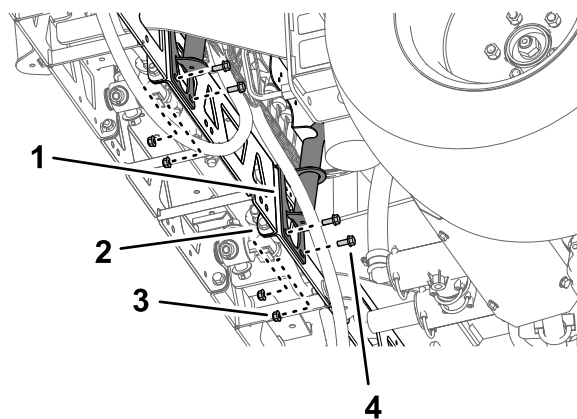
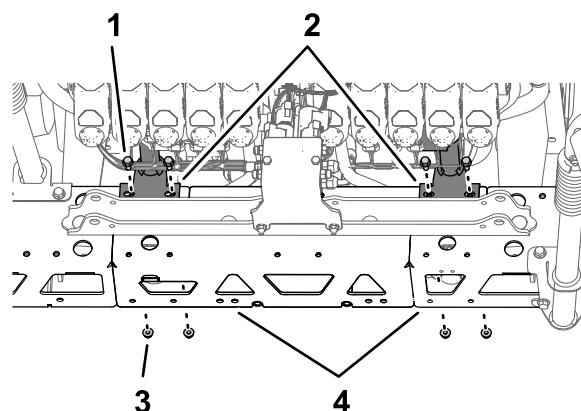

Рисунок 108
Рисунок 109
2. Совместите отверстия в монтажном кронштейне опоры крепления клапанов с отверстиями в ферменной раме средней секции опрыскивателя (Рисунок 108).
3. Установите опору крепления клапанов на ферменную раму (Рисунок 108 и Рисунок 109) при помощи 4 болтов (5/16 x 3/4 дюйма) и 4 фланцевых контргаек (5/16 дюйма).